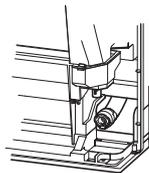

Fig. 4
- Ao orientar a tubagem de drenagem, certifique-se de que a mangueira de drenagem (1) é orientada de acordo com o indicado. (Fig. 4)